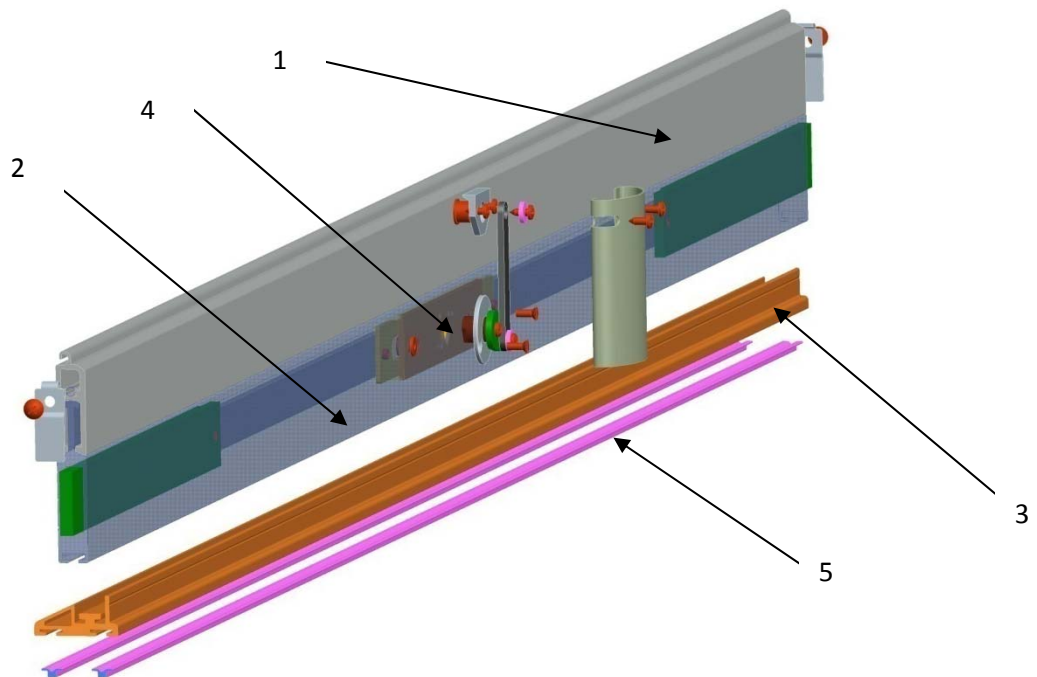

Рис. 4 Концевой профиль
Концевой профиль противовзломной роллеты (см.Рис.4) – составная конструкция, которая выполняет функции усиления полотна от воздействия статических и динамических нагрузок, предотвращения подъема полотна рычажными инструментами (лом).
- ✓ тяговый концевой профиль (поз.1 на Рис.4);
- ✓ ригельный концевой профиль (поз.2 на Рис.4);
- ✓ опорный концевой профиль (поз.3 на Рис.4);
- ✓ ригельный замок (поз.4 на Рис.4).